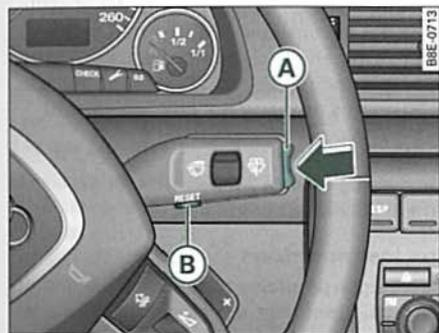

Fig. 24 Palanca del limpiaparabrisas: Elementos de manejo del ordenador de a bordo
Al pulsar la tecla **Reset** tecla **B** ⇒ página 39, fig. 24 se puede pasar de las funciones del nivel de memoria 1 a las funciones del nivel de memoria 2.
- Pulse la zona superior o inferior del conmutador-selector de funciones **A** ⇒ fig. 24. Se visualizarán una tras otra las funciones del ordenador de a bordo en los niveles de memoria correspondientes.
En la pantalla digital se indica el tiempo transcurrido desde que se borró la memoria por última vez. Cuando quiera calcular el tiempo de la duración del viaje a partir de un determinado momento habrá que borrar la memoria pulsando la tecla **[Reset]** ⇒ página 39, fig. 24 **(B)**.
Bastará con pulsar brevemente el interruptor-selector de funciones o bien la tecla **[Reset]** ⇒ página 39, fig. 24 para borrar este aviso.
En la pantalla digital se visualiza el consumo medio de combustible en l/100 km, determinado desde la última vez que se borró la memoria. Con ayuda de este indicador es posible adaptar el estilo de conducción a lo que se desee consumir. Si desea determinar el consumo medio para un nuevo período de tiempo, borre la memoria con la tecla **[Reset]** ⇒ página 39, fig. 24. Una vez borrada, y durante los primeros 30 metros de recorrido, aparece un cero.
En la pantalla digital se visualiza la velocidad media en km/h, determinada desde la última vez que se borró la memoria. Si desea determinar la velocidad media para un nuevo periodo de tiempo, borre la memoria con la tecla **Reset** ⇒ *página 39, fig. 24.*
En la pantalla se muestra la distancia recorrida desde la última vez que se borró la memoria. Cuando quiera calcular la distancia recorrida a partir de un punto concreto, borre la memoria en dicho punto pulsando la tecla **Reset** ⇒ *página 39, fig. 24* **B**.